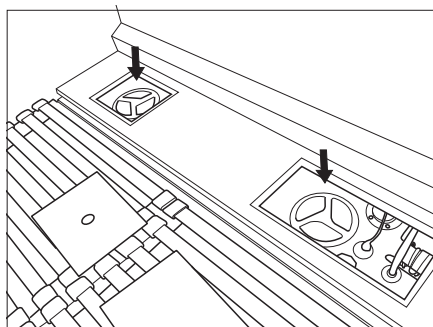

Bild 68 Reinigungsöffnungen Frischwassertank (Abb. ähnlich)
- Reinigungsöffnungen ausschrauben und abnehmen (Bild 68). Die Abflussöffnung ist jetzt zugänglich.